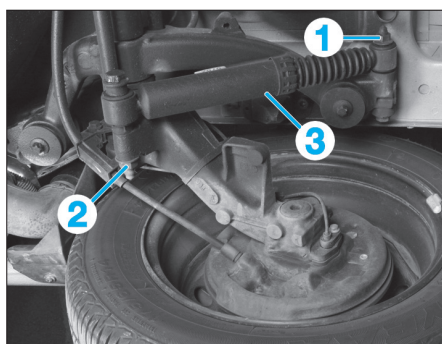

Fig. 40
- l'écrou de fixation supérieur (1) (Fig.40),
- l'écrou de fixation inférieur (2),
- l'amortisseur (3).